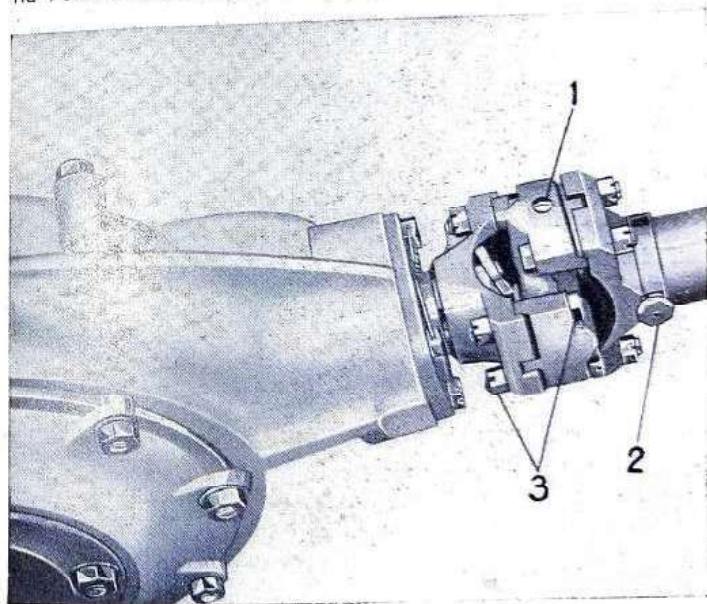

Fig. 11
Le crociere di detta trasmissione devono essere lubrificate ogni 2000 km circa. Sulla crociera parte scatola differenziale (vedere fig. 11) si deve svitare l'apposita vite (1) e iniettare Shell Retinax G. Lubrificare pure il manicotto scorrevole mediante l'ingrassatore (2).